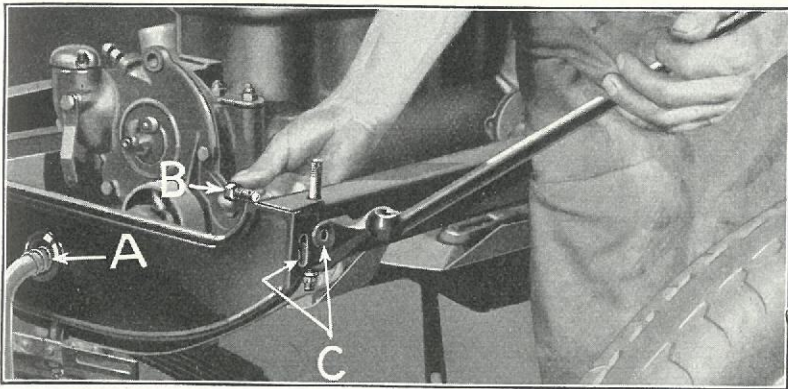

Fig. 90
Før den ind over Startsvinget (Fig. 90-A).
- (b) Indsæt Sideboltene »B« (Fig. 90) gennem Chassisramme, Skærm og Skærmstiver, som vist paa Fig. 90-C. Efter Isætningen af Boltens spændes Møtrikkerne paa alle Skærmstiverboltene godt til og sikres med Splitter.